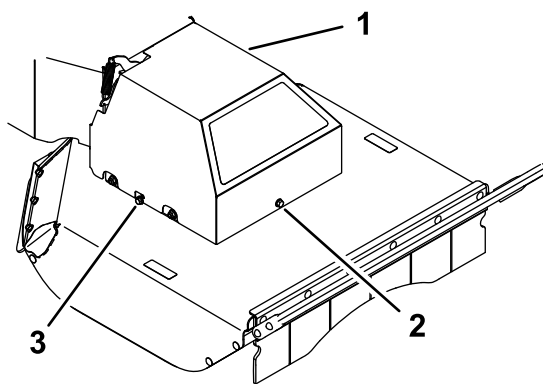

Figura 33
5. Allentate i bulloni laterali di sinistra e destra di qualche giro e allentate il bullone anteriore fino a quando il coperchio non è lento (Figura 33).
11. Abbassate il copricinghia sul piatto di taglio, allineando le scanalature nel coperchio con i bulloni laterali. Serrate il bullone anteriore, poi serrate entrambi i bulloni laterali (Figura 33).